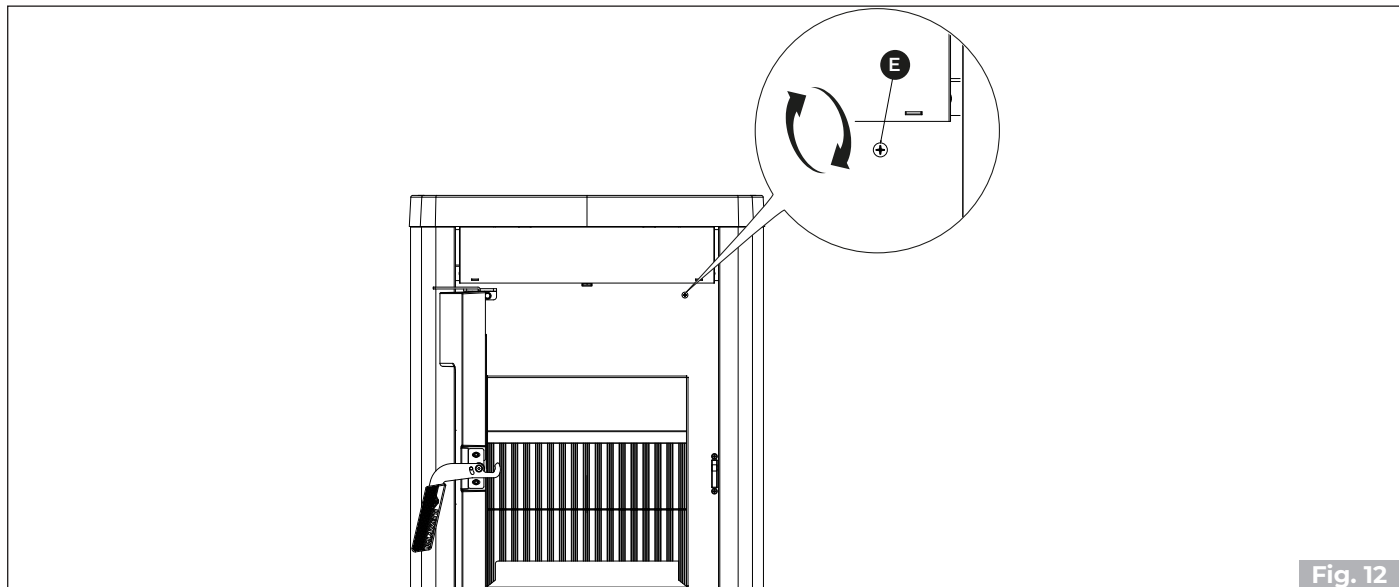

Fig. 12
Si el ajuste no es el adecuado, ajuste el tornillo (E) para obtener una buena combustión. (Fig. 12).